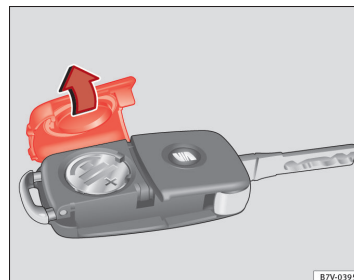

Fig. 43 Bilnøgle: afdækning til batterirum
Batteriet sidder på bagsiden af bilnøglen under en afdækning ⇒ Fig. 43.
- Tag afdækningen på bagsiden af bilnøglen ⇒ Fig. 43 af i pilens retning ⇒ ①.
- Sæt afdækningen på som vist på billedet ⇒ Fig. 43, og tryk den mod pilens retning på bilnøglehuset, indtil den går i hak.